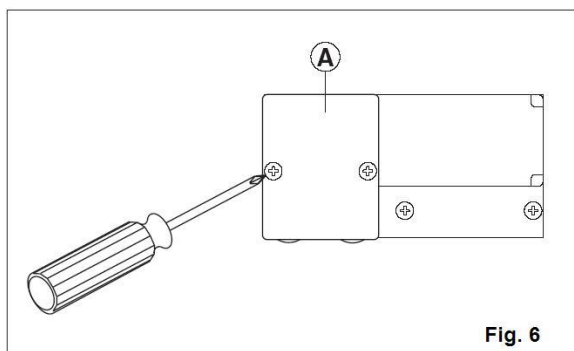

Fig. 6
5.3 (Fig. 6) Fjern dekslet (A) og monter drivremmen som vist i fig. 4 eller 5. Sett på dekslet (A) igjen.